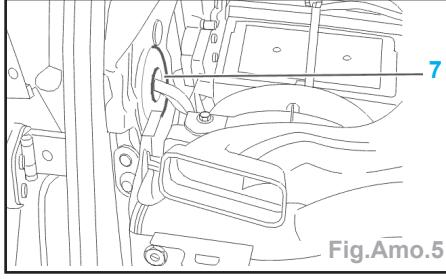

Fig.Amo.5
- Extraire le joint d'étanchéité câble (7) sur tablier par le côté d'habitacle (Fig.Amo.5).